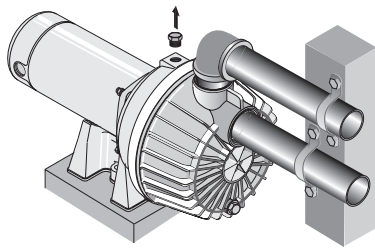

Figure 14 – Dépose du bouchon d’amorçage
1. Déposer le bouchon d'amorçage (se reporter à la Figure 14).